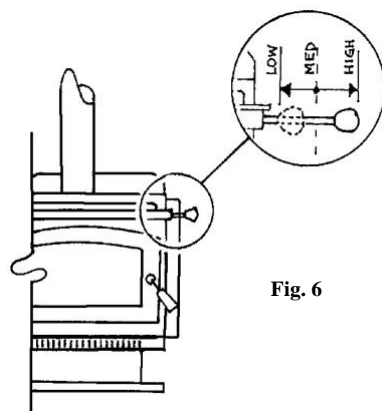

Fig. 6
**AIR CONTROL OPERATION (Fig. 6)**